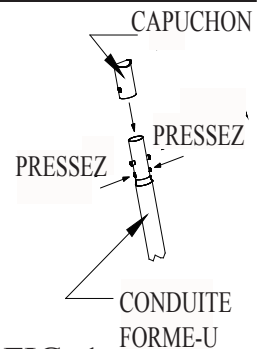

FIG. 1
- Repérez les quatre conduites métalliques (Poutres Horizontales) pour le cadre support des sections gauche et droite de la piscine. Repérez aussi les quatre conduites en Forme-U ainsi que leurs huit capuchons. Installez les Capuchons à chacune des extrémités des conduites Forme-U tout en pressant sur les boutons. Tournez lentement le capuchon jusqu'à que les boutons s'enclenchent dans les trous pour bien bloquer les capuchons sur les conduites. Fig. 1. Maintenant placez deux Forme-U près des pans rectangulaires de chaque côté de la piscine.